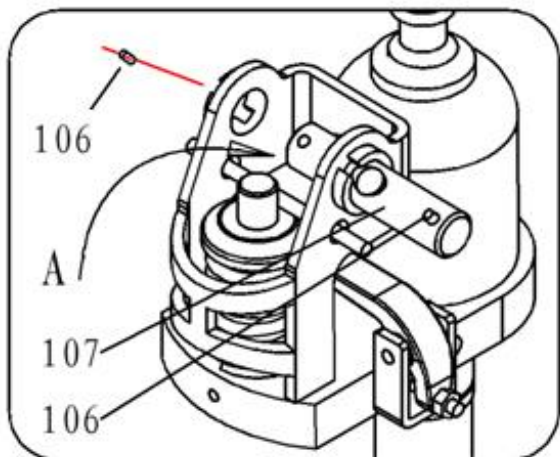
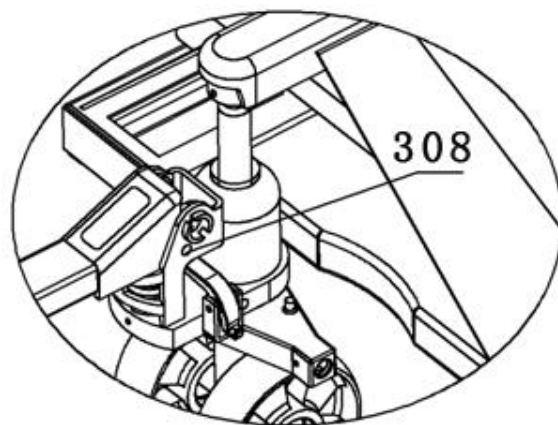

Рисунок 1.1
Рисунок 2.2
- Вытяните эластичный цилиндрический штифт (106), снимите ось положения захвата (107) (см м. рис. 1.1).
- Вставьте рукоятку, как показано на рис. 1.1 (А). Используя вал регулировки положения захвата (107), соедините рукоятку с корпусом насоса (333).
- Вытяните эластичный цилиндрический штифт (106) через зафиксированную ось положения захвата (107).
- Протяните цепь (102) через захват на оси положения рукоятки (107) в середине отверстия (см. рис 1.2).
- Вставьте цепь (102) в нижней части гайки в отверстие рычага управления (334) (см. рис 2.1 и 2.2).
- Опустите рукоятку (112), потяните пружинный ограничительный рычаг (308) и удерживайте его для смены рукоятки (см. рис. 2.2).